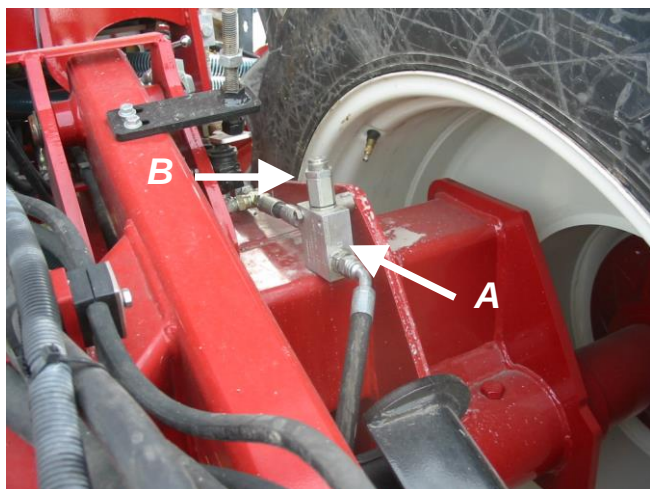

Figure 18A
- ☞ Si votre planteur est équipé d'aile flottante, votre distributeur devra être équipé d'une valve à séquence [figure 18A, **A**]. Cette valve permet de relever les ailes flottantes de votre planteur avant le relevage arrière
2. Desserrer l'écrou sur le dessus de la valve [figure 18A, **B**].